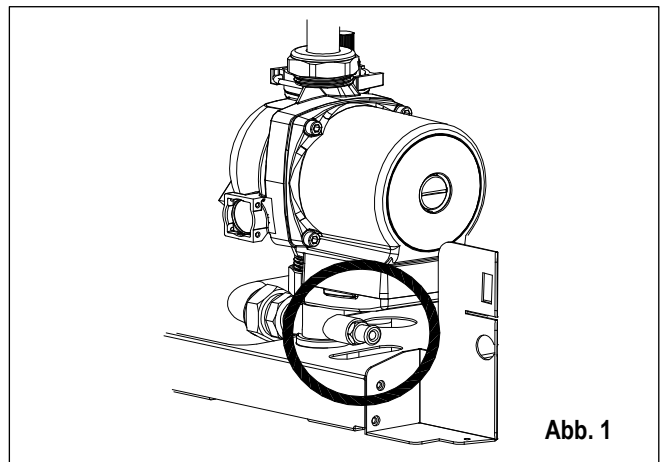

Abb. 1
- **Falls nur der Heizkessel entleert werden muss, die Trennhähne Vorlauf/Rücklauf des Heizkreises schließen und nur den Ablasshahn, der im unteren Teil des Heizkessels liegt und im Verteiler Pumpe eingefügt ist (Abb. 1), öffnen;**